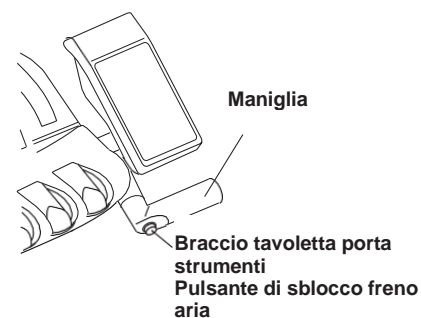

Fig. 3-17 Freno aria braccio tavoletta porta strumenti
(6) Freno aria braccio tavoletta porta strumenti (Fig.3-17)